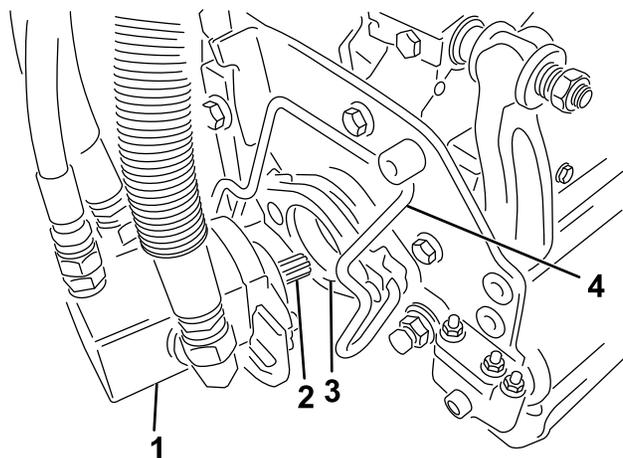

Figure 32
5. Enduisez de graisse propre l'arbre cannelé du moteur de plateau de coupe (Figure 32).
6. Insérez le moteur dans le côté gauche du plateau de coupe (vu de la position de l'utilisateur) et tirez la barre de retenue du moteur située sur le plateau de coupe vers le moteur jusqu'à ce qu'un déclic soit entendu des deux côtés du moteur (Figure 32).